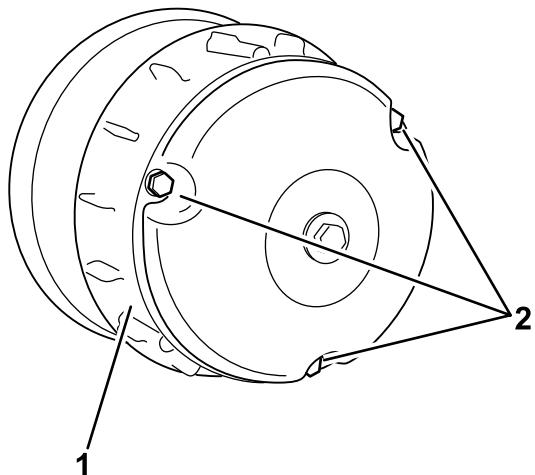

Figure 63
2. Retirez les trois boulons qui fixent le couvercle de l'embrayage et déposez le couvercle (Figure 63).
4. Posez le couvercle d'embrayage et fixez-le avec les 3 boulons (Figure 63) que vous avez retirés à l'opération 2.